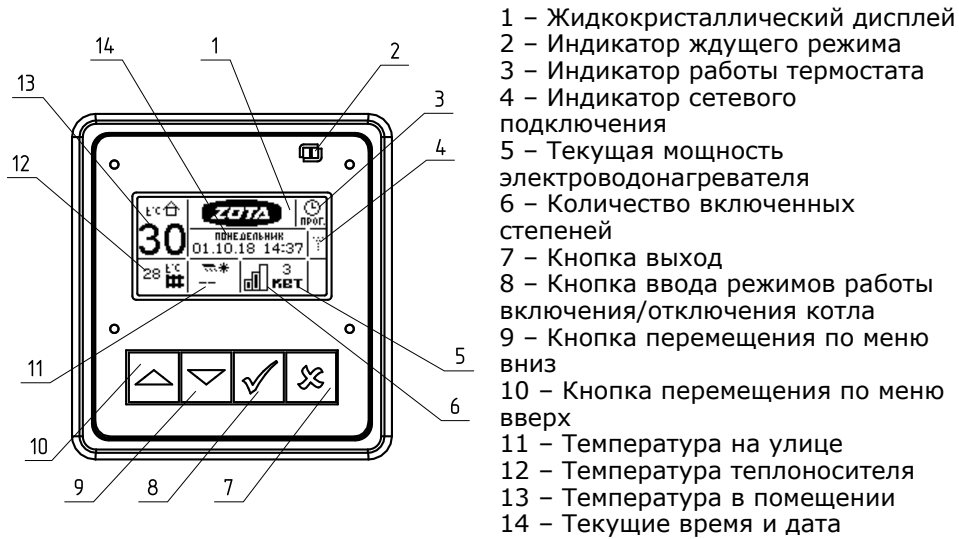

Рис. 2 Расположение органов управления и индикации на передней панели
5.3. Управление работой электроводонагревателя производится от блока управления (7), выполняющего функции автоматического поддержания температуры теплоносителя, воздуха в помещении, защиты от перегрузки, перегрева теплоносителя, перегрева силовых реле, короткого замыкания, а также сигнализации режимов работы электроводонагревателя. Расположение органов управления и индикации на передней панели блока управления показано на Рис.2.
8.19. Для добавления телефонных номеров в память модуля GSM выберите пункт меню «GSM-модуль» и установите галочку в строке «Разрешить удалять и добавлять номера». Это разрешит операции добавления и удаления номеров, с которых будет возможно управлять котлом. Для включения оповещения о снижении температуры теплоносителя ниже определенного уровня установите галочку в строке «Оповещать о низкой t°С воды». Температура устанавливается в пункте «Темп. оповещения» данного меню. При успешной регистрации модуля в сети мобильного оператора появляется индикатор работы модуля-GSM (12) Рис.2 на передней панели. С подробным описанием команд и алгоритма управления можно ознакомиться в паспорте на модуль ZOTA-GSM.